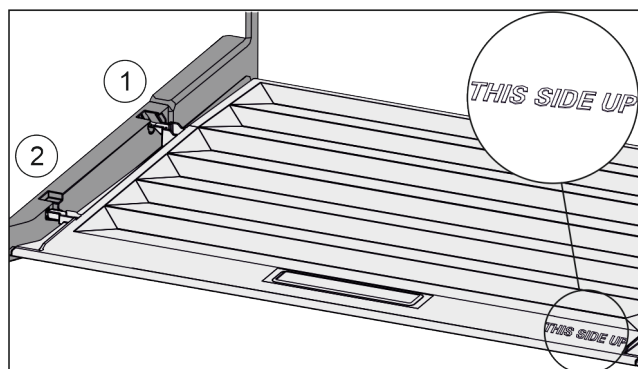

Fig. 37
- ▶ Výstupky veka zavedte cez otvor zadného držiaka Fig. 37 (1) a zaistite vpredu v držiaku Fig. 37 (2).